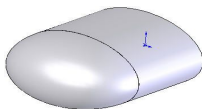

图 7-135 生成填充曲面
(3) 在【修补边界】选项组中，单击【交替面】按钮，单击  【确定】按钮，生成填充曲面，如图 7-135 所示。